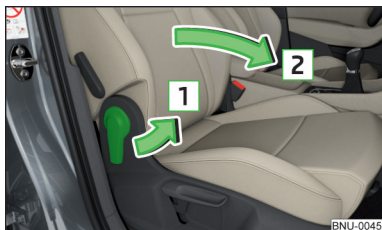

Abb. 82
- › Zum **Vorklappen** den Hebel in Pfeilrichtung **1** ziehen und die Sitzlehne in Pfeilrichtung **2** vorklappen » Abb. 82. Die Verriegelung muss hörbar einrasten.